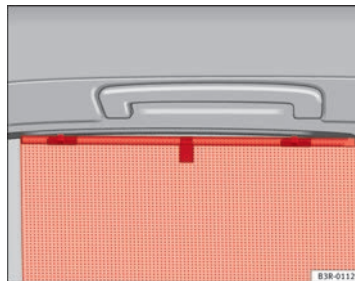

Fig. 100 Persianilla enrollada en una de las puertas traseras
- Desenrolle la persianilla y engánchela en los ganchos que van en el marco superior de la puerta ⇒ fig. 100.